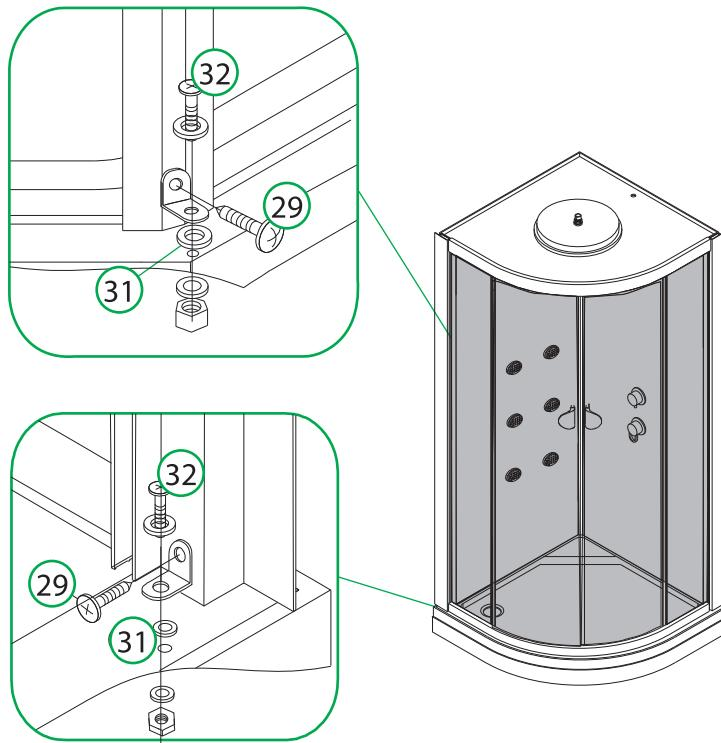

Рис. 17 / 17-сур.
13. Закрепите кабину на поддоне (рис. 17).